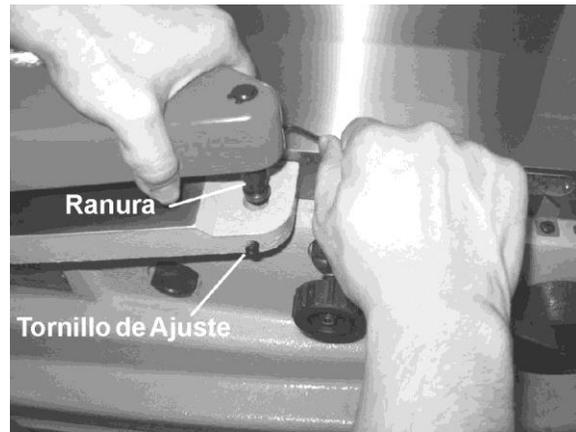

Figura 6
3. Descienda el eje de la guarda en el orificio del borde de ensamblado de la canteadora. Vea la Figura 6. La guarda debería ser posicionada en el orificio con la distancia suficiente, tal que la estría en el eje de la guarda coincida con el tornillo de ajuste (Figura 6).
5. Ajuste por completo el tornillo de ajuste (Figura 6), mientras continúa sujetando la llave allen y el pasador con su mano derecha.
6. Cuando la guarda esté asegurada, retire la llave allen del pasador. Afloje ligeramente el tornillo de ajuste (Figura 6) hasta que el pasador se trabe de vuelta contra el borde de ensamblado.
7. Reajuste el tornillo de ajuste (Figura 6).